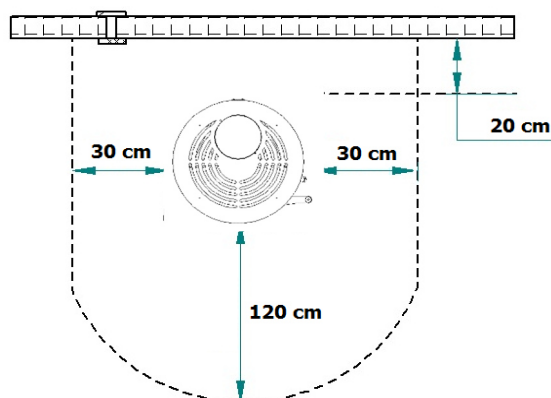

Figura 28 - Distâncias mínimas de segurança
* Na vizinhança das paredes da salamandra não devem ser utilizados materiais combustíveis. Deve respeitar uma distância de segurança de 20 cm em relação às costas, 30 cm às laterais e 120 cm na frente, Figura 28;